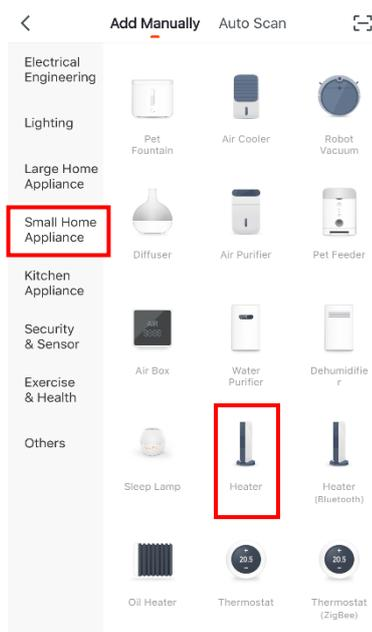

Figura 3
- Scegli “Tutti i dispositivi” [All devices] e “Piccolo elettrodomestico” [Small home appliances] e selezionare Heaters (riscaldatori) come mostrato nella figura 3